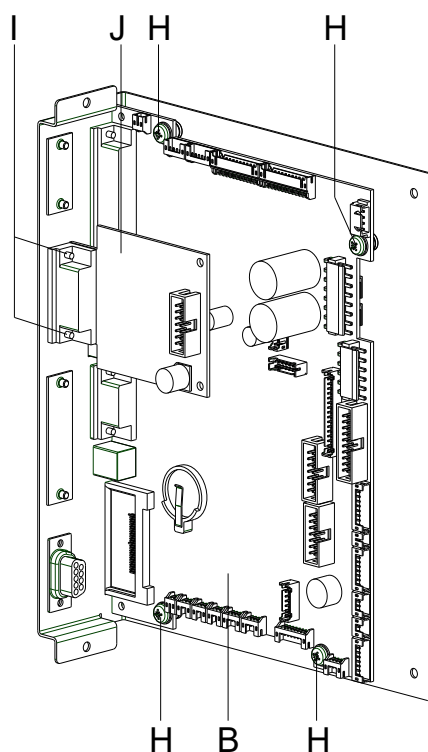

Figure 12
1. Desserrer les vis (H, Figure 12).
2. Enlever les boulons hexagonaux de la douille interface série et parallèle de la carte CPU (B) à la plaque de connexion.
3. Enlever la carte CPU (B).